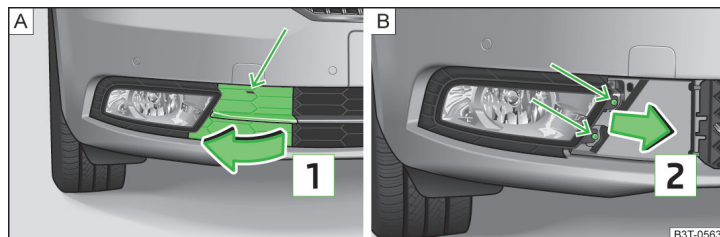

Fig. 206 Paragolpes delantero: desmontar la rejilla protectora / faro antiniebla.
- Suelte la rejilla protectora en la zona de la flecha » fig. 206 - **A** por medio del estribo para retirar los tapacubos integrales » página 216, *Equipo de herramientas a bordo*.
- Desenrosque el faro » fig. 206 - **B** utilizando el destornillador incluido en el equipo de herramientas a bordo.
- Para un nuevo montaje, colocar el faro antiniebla en el sentido contrario al de la flecha **[2]** » fig. 206 - **[B]** y enroscar con firmeza.